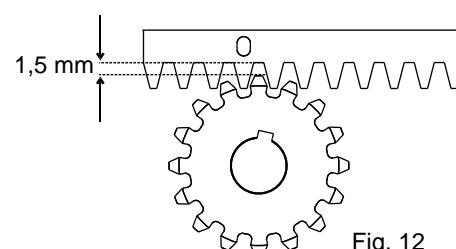

Fig. 12
6.6. tutta la cremagliera va alzata di 1,5 mm per evitare che il peso del cancello gravi sul pignone (Fig. 12),